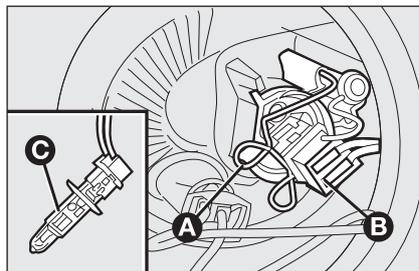

fig. 25
- sganciare la molletta fermalampana **A-fig. 25**;